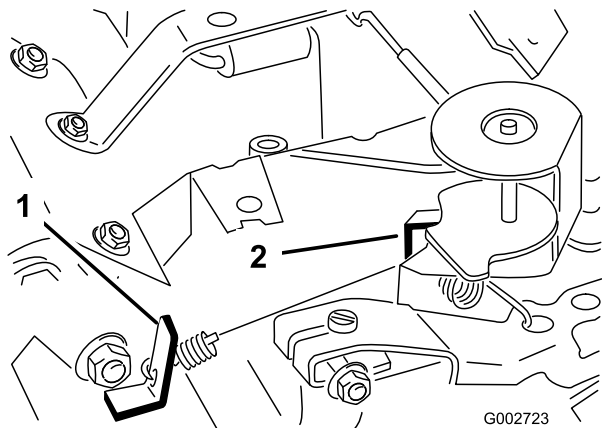

図 29
3. 調速度アイドル・スプリング・アンカーの耳(図 29)を曲げて、エンジン速度を 1750 ± 50 RPM に調整する。タコメータで速度を確認する。
5. スロットル・コントロールをFAST位置とする。高速アイドル・スプリング・アンカーの耳(図 29)を曲げて、エンジン速度を 3150 ± 50 RPM に調整する。